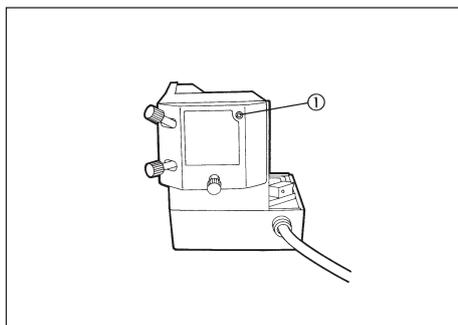

Abb. 1
1. Feststellschraube der Brennerfassung ① mit Hilfe des Sechskantschraubenschlüssels, der dem Mikroskopstativ beiliegt, lösen. (Abb. 1)